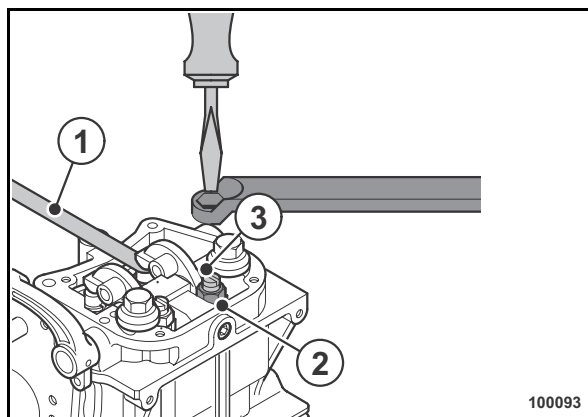

Рис. 65
- Щупом для измерения зазоров (1) (Рис. 65) проверить зазор на обоих клапанах.
- Для регулировки зазора ослабить шестигранную гайку (2) (Рис. 65).
- Повернуть регулировочный винт (3) отверткой так, чтобы находящийся между коромыслом и стержнем клапана щуп после последующего затягивания шестигранной гайки (3) можно было бы протянуть с едва заметным сопротивлением.